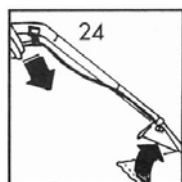

Рис. 24
- После подачи моющего средства на обрабатываемую поверхность повторите вышеуказанную операцию без воздействия на курок (Рис.24).